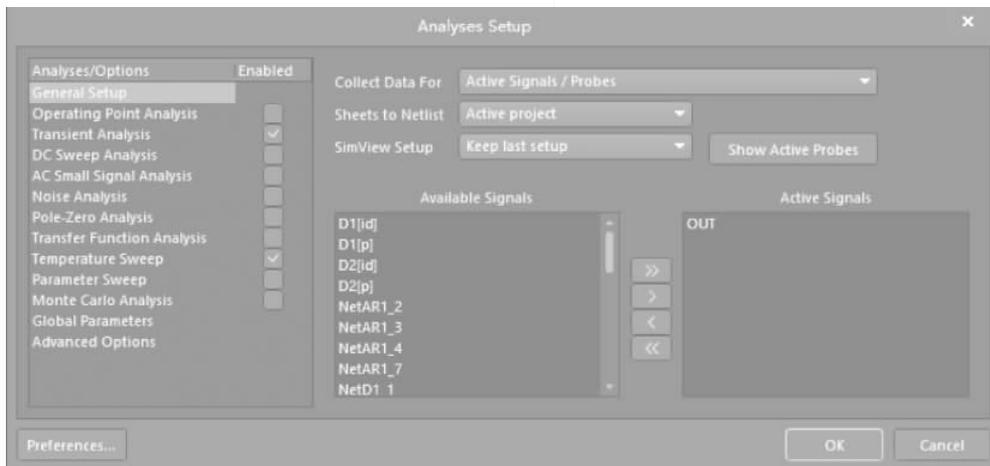

图 3-76 设置仿真参数界面 1
- (1) 在 AD 主界面主菜单下选择 Design→Simulate→Mixed Sim。
- (2) 打开如图 3-76 所示的 Analyses Setup(分析设置)界面,按下面参数设置:
- ① 选中 Transient Analysis 和 Temperature Sweep 选项,执行暂态分析和温度扫描分析功能。
- ② 将 Collect Data For 设置为 Active Signals/Probes。
- ③ 将 OUT 添加到 Active Signals 栏中。